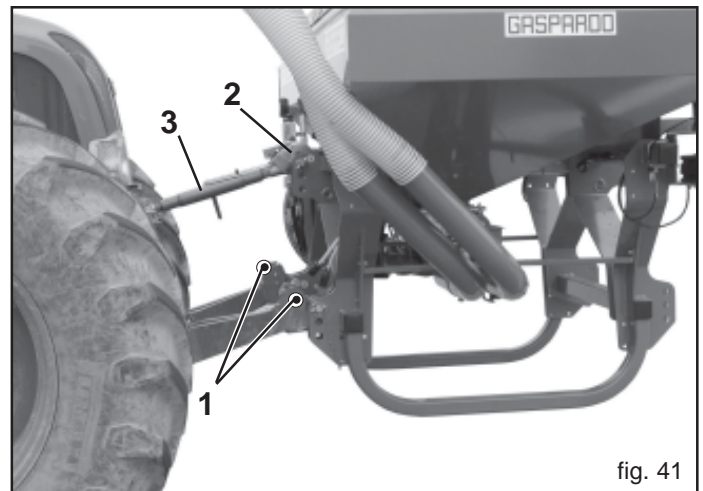

fig. 41
- 1) Agganciare le barre del sollevatore sui perni predisposti (1, Fig. 41). Bloccare con le spine a scatto.
- 2) Collegare il terzo punto superiore (2, Fig. 41); la spina va bloccata con l'apposita copiglia; mediante il tirante di regolazione (3, Fig. 41) fare in modo che l'attrezzatura sia perpendicolare al terreno.